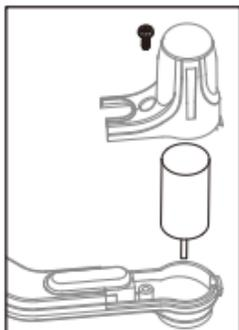

Bild 11
- Beim Ausbauen beziehen Sie sich auf die Bilder 5/6/7. Entfernen Sie den Propeller und dann die Schraube des Motorhalters (Bild 11). Ziehen Sie den Motorhalter heraus, dann ziehen Sie die Motorstecker ab, und nehmen den Motor heraus.